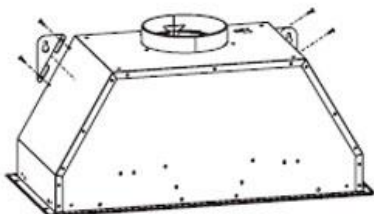

Рис. 3
1. Закрепите левую и правую подвесные панели с помощью 4 винтов ST4*8 на корпусе вытяжки. Смотрите рис. 3.